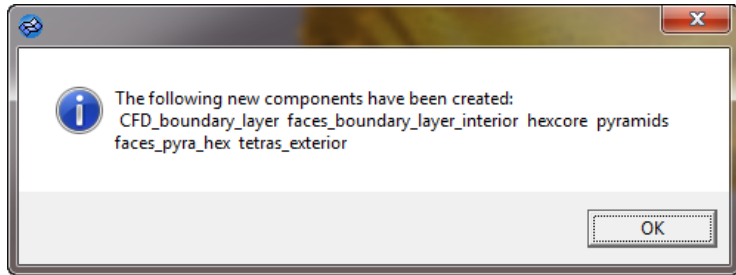

图 5-194 弹出消息框
(3) 选中 Generate exterior tetrahedral mesh 和 Boundary Layer 复选框。输入 Number of layers 值为 3, First layer thickness 值为 0.4, Growth rate 值为 1.2。
(4) 在 With boundary layer 下单击 Components 按钮并选择组件 wall。
(5) 在 W/o boundary layer 先单击 Components 按钮并选择组件 inflow 和 outflow。
(6) 单击 Generate 按钮。在网格划分完成后, 弹出一个消息框显示一个新的组件被创建, 如图 5-194 所示。